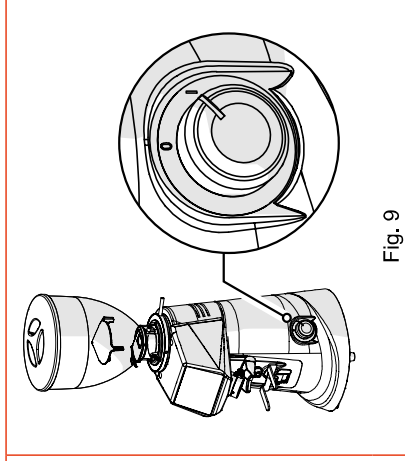

Fig. 9
- Tourner l'interrupteur d'alimentation de la machine en position « I » (Fig. 9).